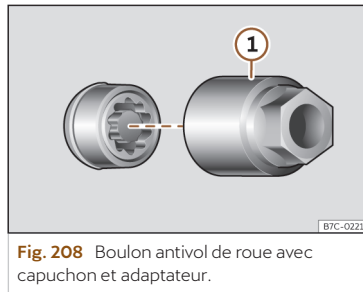

Fig. 208 Boulon antivol de roue avec capuchon et adaptateur.
- Encastrez l'adaptateur spécial >>> **fig. 208 ①** (outillage de bord >>> page 299) sur le boulon de roue antivol jusqu'à la butée.